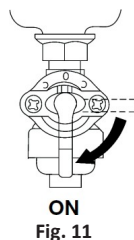

Fig. 11
1. Rotiți robinetul de combustibil în poziția "ON" (pornit). (Fig. 11)